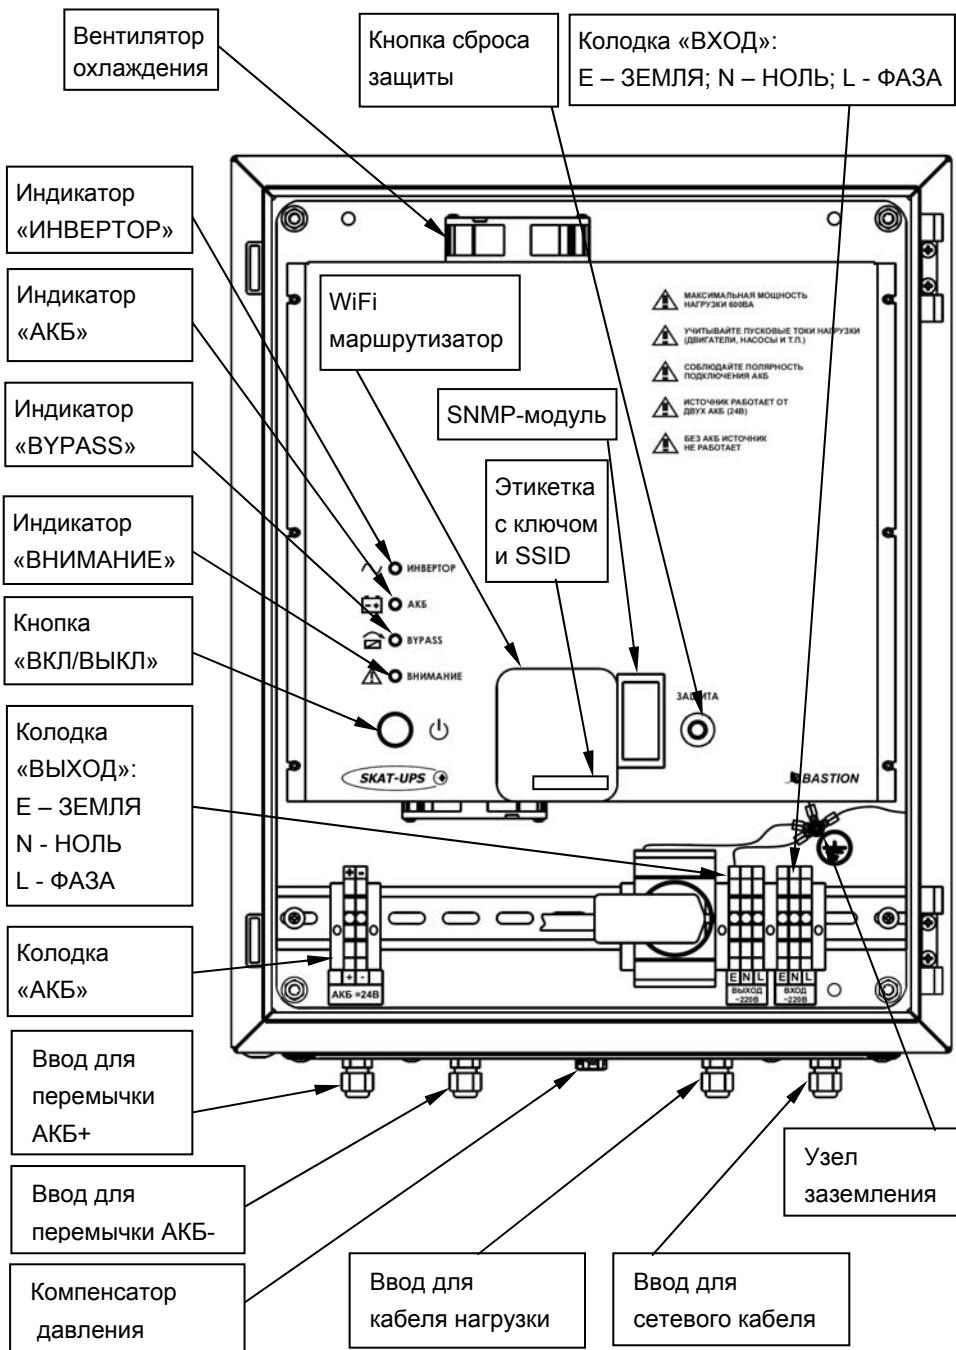

Рисунок 2 - вид изделия с открытой дверцей
Ключ доступа к сети и SSID указаны на этикетке, расположенной на передней панели маршрутизатора (см. рисунок 2).
Установите кабельные вводы и компенсатор давления (входят в комплект поставки) в предусмотренные для них отверстия на нижней стенке корпуса изделия (см. рисунок 2).
Подключение внешних цепей к изделию выполняется через соответствующие кабельные вводы в соответствии с назначением клемм подключения (см. рисунок 2).
- Подключите к изделию, соблюдая полярность, провода для подключения внешней АКБ (см. рисунок 2).
- Зафиксируйте подведенные к изделию провода и кабели в соответствующих герметичных кабельных вводах (см. рисунок 2).
- После самотестирования изделие перейдет в режим «ОСНОВНОЙ», включится индикатор «ИНВЕРТОР» (см. рисунок 2).
Отключить сетевое напряжение. Изделие должно автоматически выполнить переход на резервное питание нагрузок от АКБ. Индикатор «ИНВЕРТОР» останется включенным, дополнительно включится индикатор «АКБ» и один раз в 4 секунды будет вспыхивать индикатор «ВНИМАНИЕ» (см. рисунок 2).